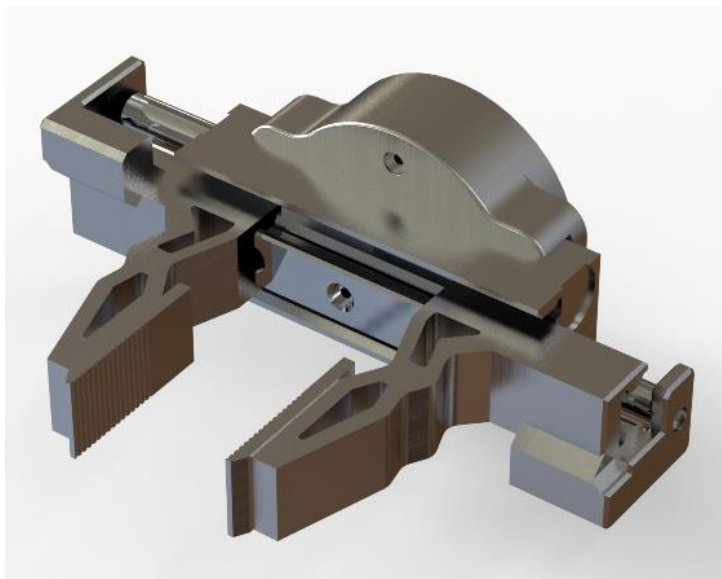

Рисунок 3 – Внешний вид захвата
- установить из библиотеки инструмента симулятора (Приложение 3) пневматический захват (Рисунок 3);